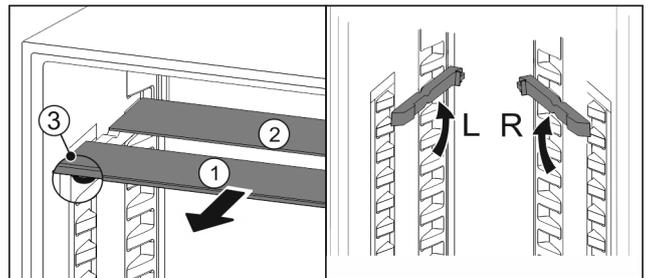

Fig. 131
- Sortir les tablettes par l'avant Fig. 131 (1).
- ▷ La tablette en verre Fig. 131 (1) avec bordure décorative est située à l'avant.
- ▷ Les butées Fig. 131 (3) sont orientées vers le bas.